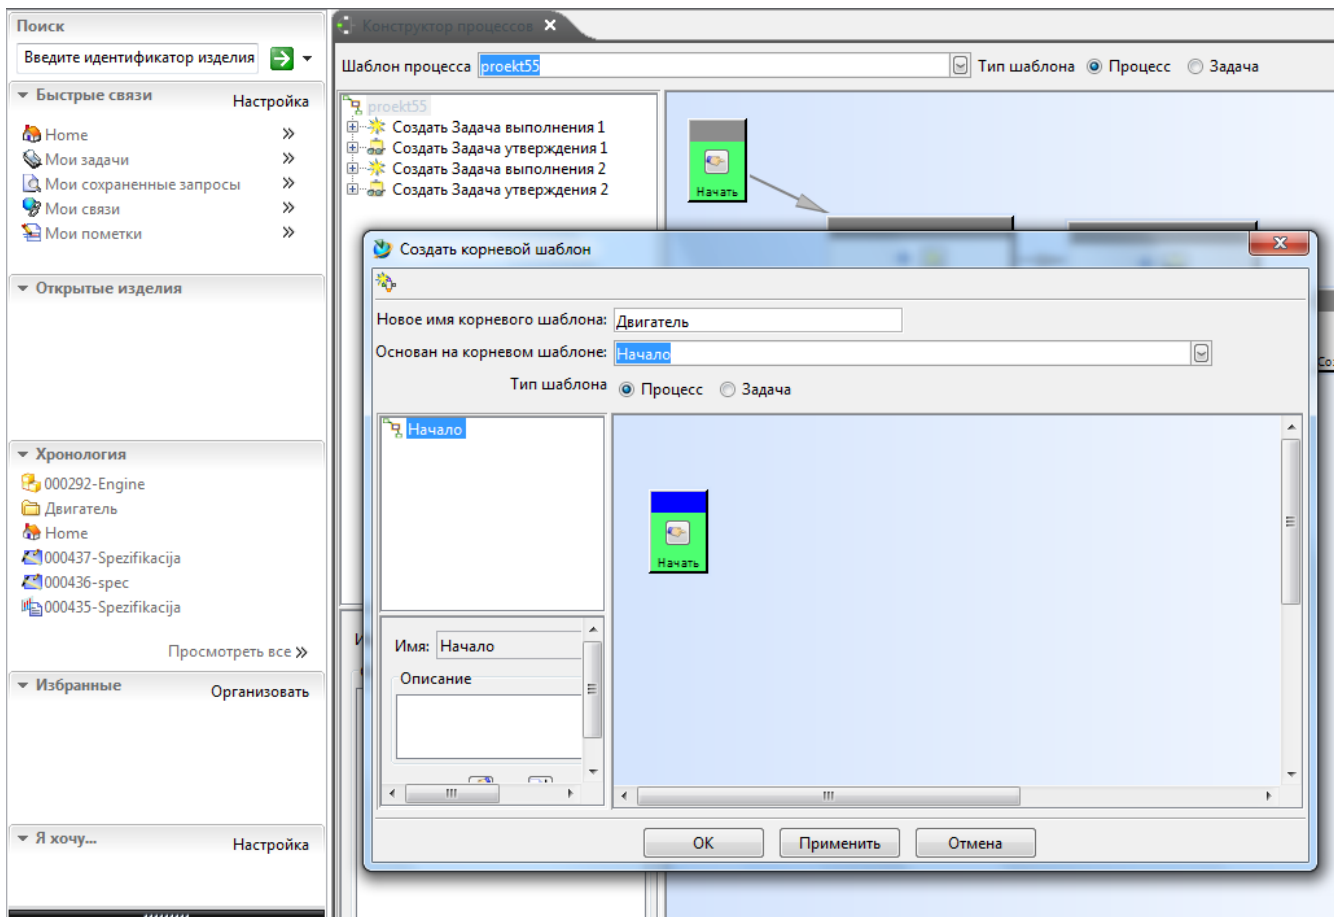

Рисунок 6 – Создание корневого шаблона
2. В меню Файл выберите «**Создать корневой шаблон**», введите имя процесса. См. рисунок 6. После выбора шаблона появляются стандартные задачи «Начать» и «Готово».